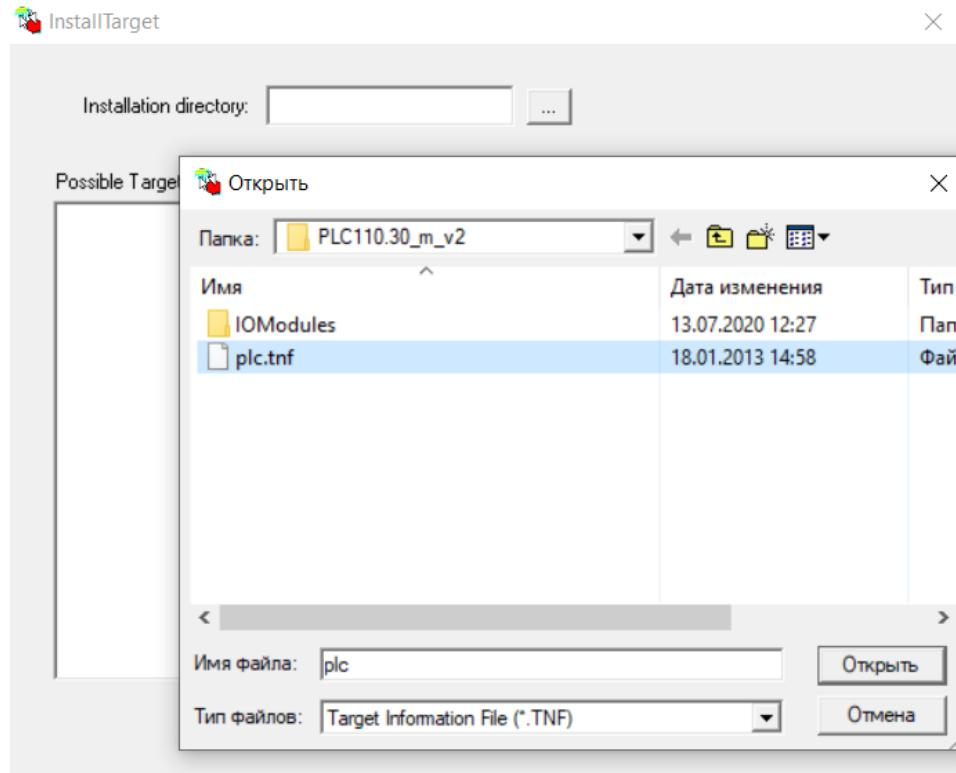

Рис. 13. Окно «InstallTarget»
1. Скачать так называемый target-файл, который используется для оптимизации процесса настройки, с сайта производителя (ссылка на target-файл) и распаковать архив. Внутри папки, в которую была произведена распаковка архива, должна появиться папка с названием модели требуемого ПЛК внутри (в данном случае это PLC110.30_m_v2). Внутри папки с названием требуемой модели необходимо открыть файл «Install-Target». В открывшемся окне необходимо нажать «Open», найти папку, из которых был запущен установщик и открыть файл «plc.tnf» (рис. 13).